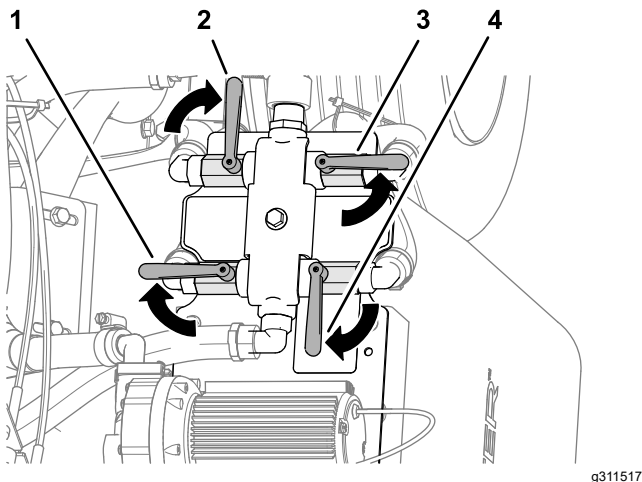

Figure 40
2. Tournez les poignées des vannes comme montré à la Figure 40.